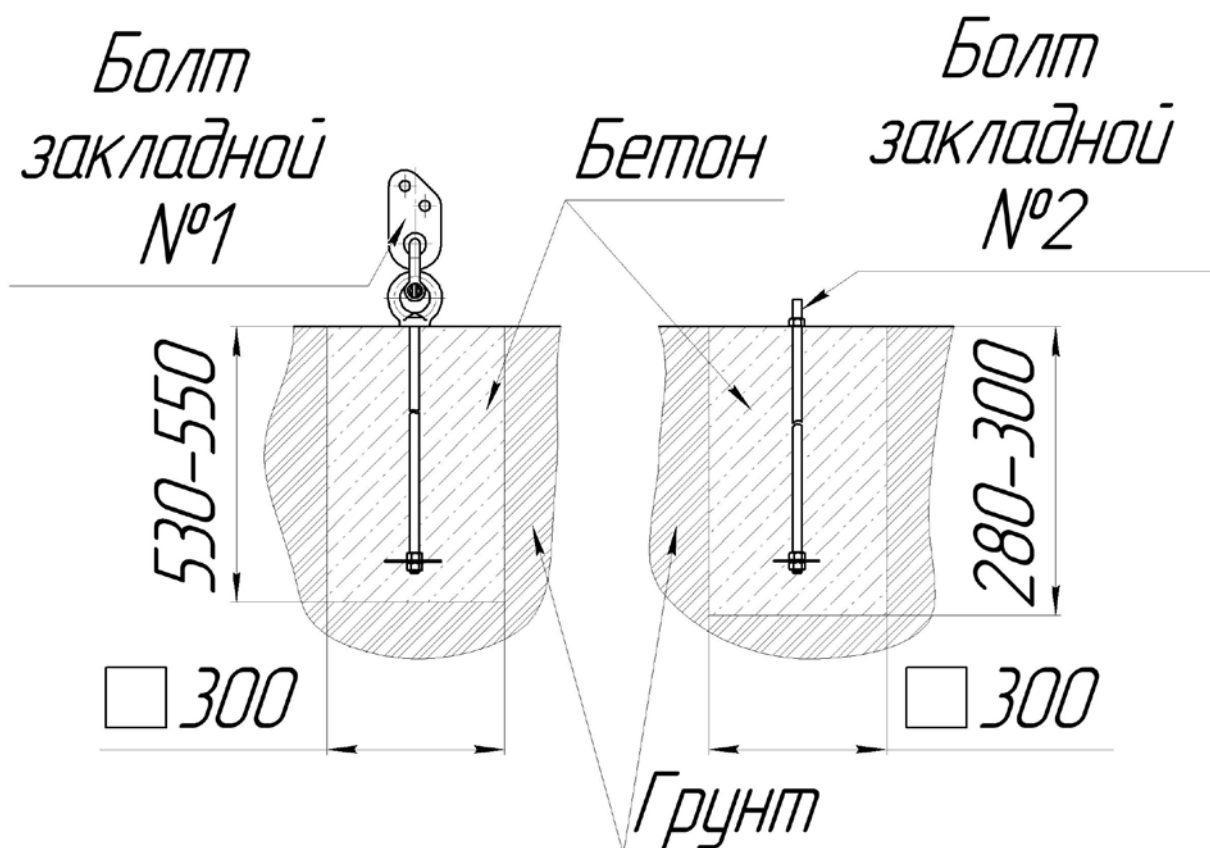

Рисунок 7 – Установка закладных болтов
6.1.6 Прямки залить бетоном (рисунок 7).